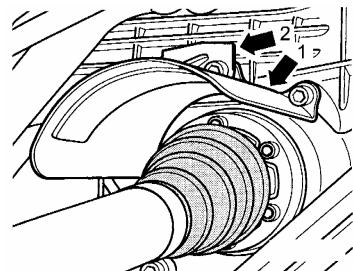
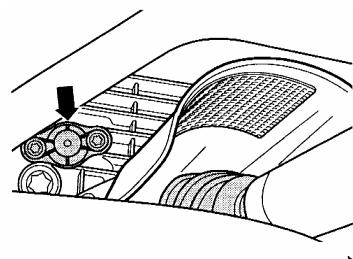

图 12-62 传动轴护板
图 12-63 锁止机构
(7) 5 挡和倒挡锁止机构的检查和更换
①拆下右传动轴上方的护板 (图 12-62 箭头 2), 压出右传动轴上方的护板 (图 12-62 箭头 1)。拆卸图 12-63 中箭头所示锁止机构。